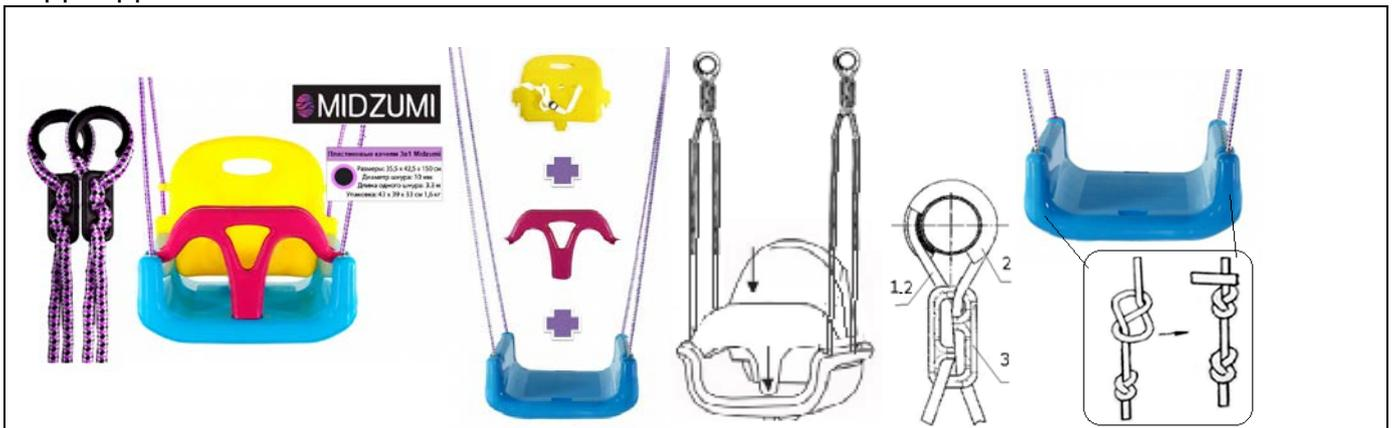

Рисунок 13
6.3. Для модели Midzumi Chikara установите на дополнительную стойку с перекладиной качели со спинкой 3в1 (№36) рисунок 13. Для сборки качелей вставьте в основание сидения съёмные ограничитель и спинку. Для подвеса качелей используйте комплект тросов-веревочек. Установите на комплекс катушки и равномерно закрепите на них тросы при помощи фиксаторов. Проденьте нижние части веревок через боковые отверстия в сидении качелей, выровняйте их положение и закрепите двойными узлами под сидением.